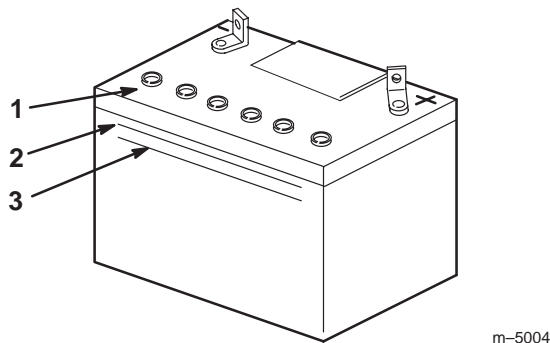

Figure 63
2. Observez le côté de la batterie. Le niveau de l'électrolyte doit atteindre le trait **supérieur** (Fig. 63). Ne laissez pas l'électrolyte descendre en dessous du trait **inférieur** (Fig. 63).
3. Enlevez les bouchons d'aération de la batterie (Fig. 63).
4. Versez lentement de l'eau distillée dans chaque élément jusqu'au trait **supérieur** (Fig. 63) sur le côté de la batterie.
5. Attendez cinq à dix minutes après avoir rempli les éléments. Ajoutez de l'eau distillée au besoin, pour amener le niveau au repère **supérieur** (Fig. 63) sur le côté de la batterie.